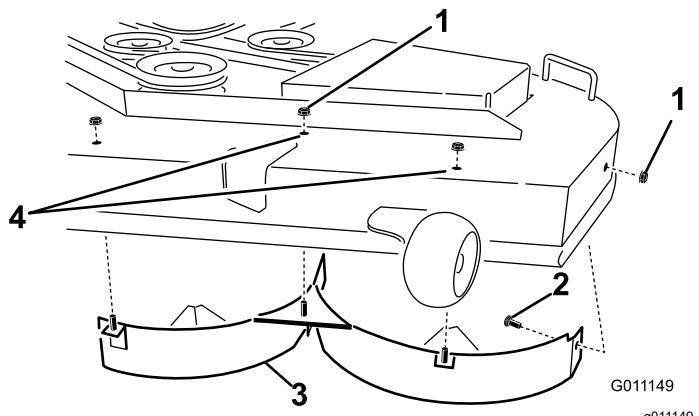

Рисунок 13
4. Отверните 2 контргайки (5/16 дюйма) от приваренных стержней левого дефлектора в верхней части деки газонокосилки в среднем положении и слева от среднего положения (Рисунок 13).
- Снимите левый дефлектор с деки газонокосилки, как показано на Рисунок 13.